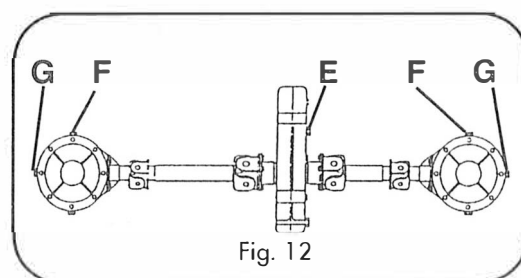

Fig. 12
- 5) Controlar el nivel de aceite en el reductor. Para ello retirar el tornillo de nivel E (Fig. 12) y comprobar si el aceite rebosa por dicho agujero.
- 6) Controlar el nivel del aceite en el cárter del diferencial. Para ello retirar el tornillo G (Fig. 12) y comprobar que el aceite rebosa por ese agujero.